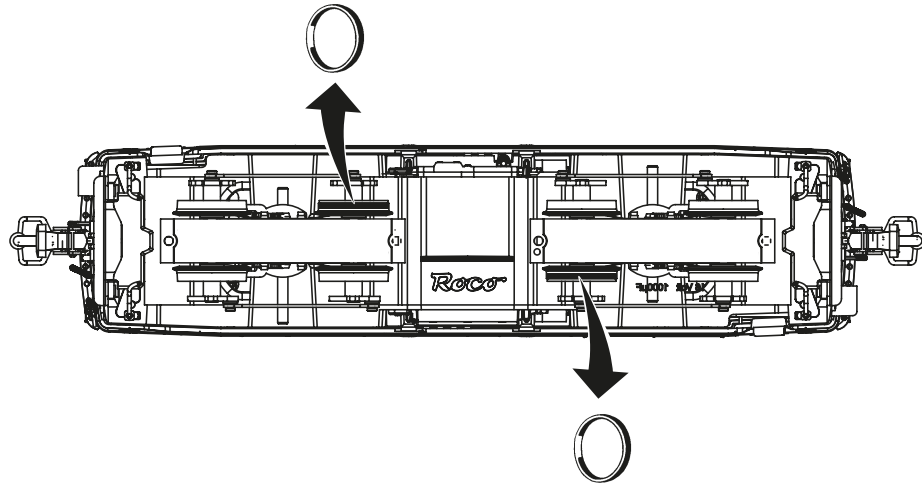
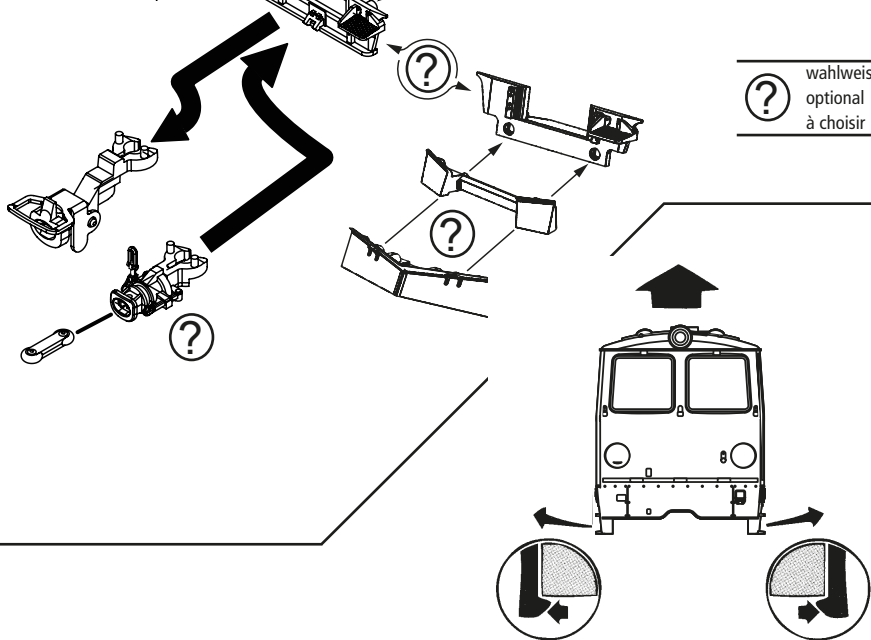

Fig. 7
Fig. 3
1. Schmierung: Versehen Sie die im Schmierplan in Fig. 7 gekennzeichneten Stellen mit nur **kleinen Öltropfen**. Dazu zuerst das Lokgehäuse abnehmen (Fig. 3). Wir empfehlen den **ROCO Öler Art.-Nr. 10906**. Fürs Schmieren der Getriebeteile (Zahnräder, Schnecke) empfehlen wir das **ROCO-Spezialfett Art.-Nr. 10905**. Im Falle der Schmierung diese Teile **nicht ölen**.
Mehrzugbetrieb: Zuerst Lokgehäuse abnehmen (Fig. 3). Danach den Brückenstecker aus der Schnittstelle entfernen (diesen sorgsam aufbewahren). Danach den Stecker des Steuerbausteins lagerichtig einsetzen (siehe Fig. 4).
3. Kohlebürstenwechsel: Lokgehäuse abnehmen (Fig. 3). Danach wird der Motor ausgebaut und die Kohlebürsten ausgewechselt (Fig. 8).
1. Lubrication: Apply **tiny oil drops** to spots marked in fig. 7. Prior to lubrication dismantle locomotive (fig. 3). We recommend using item no. **10906, Roco oiler**. For lubrication the gearparts (e.g. cogwheels, worm) we would recommend our Roco **special grease** (item no. **10905**).
3. Carbon Brush Changing: First remove loco body (fig. 3), and then the motor (fig. 8).
1. Graissage: N'appliquez **qu'une toute petite goutte** aux endroits indiqués par le plan de graissage (fig. 7) après avoir démonté la caisse de la locomotive (fig. 3). Nous vous recommandons **le graisseur à huile Roco réf. 10906**. Pour graisser les engrenages (roues dentées, vis sans fin) nous vous conseillons la **graisse spéciale Roco réf. 10905** pour engrenages en matières synthétiques. Lorsque vous utilisez cette graisse il faut éviter d'huiler ces composants.
3. Remplacement des balais du moteur: Démontez la caisse (voir fig. 3). Démontez ensuite le moteur et échangez le balais (fig. 8).
1. siehe see voir } Fig.3